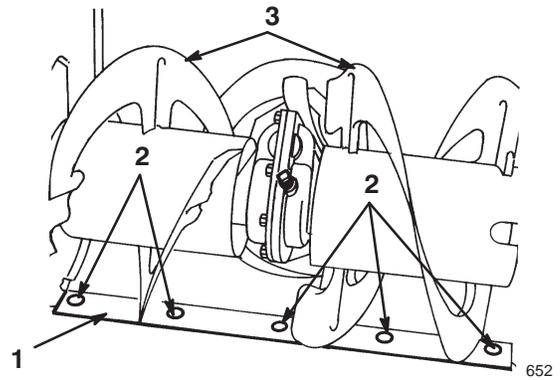

Figure 22
1. Patin (2)
2. Ecrous à bride (4)
3. Côté du carter de tarière (2)
6. Placez un support sous **les lames de la tarière** pour qu'elles se trouvent à 3 mm du sol (Fig. 22).
8. Pour corriger la position de la lame racleuse, desserrez les 5 vis de montage (Fig. 22), mettez la lame de niveau à la hauteur voulue et resserrez les vis.